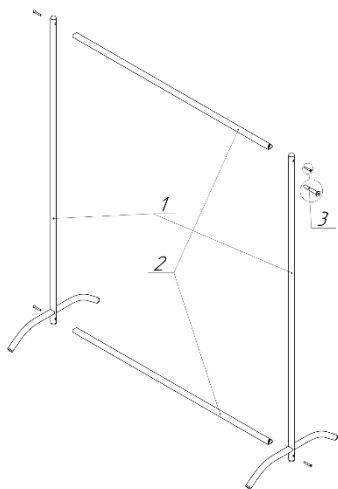
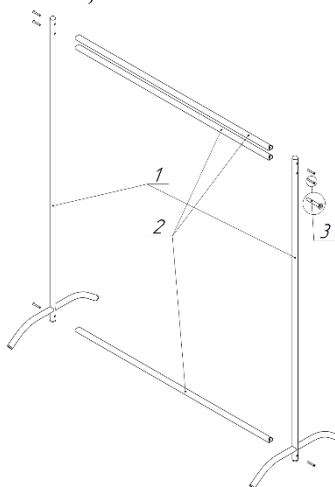
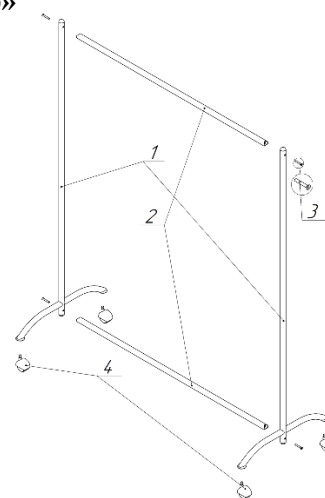

Рис.1
Рис.2
Рис.3
1. Возьмите стяжки (1) и выкрутите из них винты М6х40, которые входят в комплект фурнитуры (3).
2. Возьмите одну стойку (1) для вешалок КР-160 и КР-160моб (см. рис.1 и рис.3) и две стяжки (2) для вешалки КР-160УС (см. рис.2), заведите между стойками на уровне верхних отверстий и «наживите», используя винты, которые входят в комплект фурнитуры (3).
3. Заведите между стойками на уровне нижних отверстий оставшуюся стяжку (2) и «наживите», используя винты М6х40, которые входят в комплект (3).
4. Для вешалки КР-160моб в ножки стоек (1) вкрутите колесные опоры, которые входят в комплект (4).